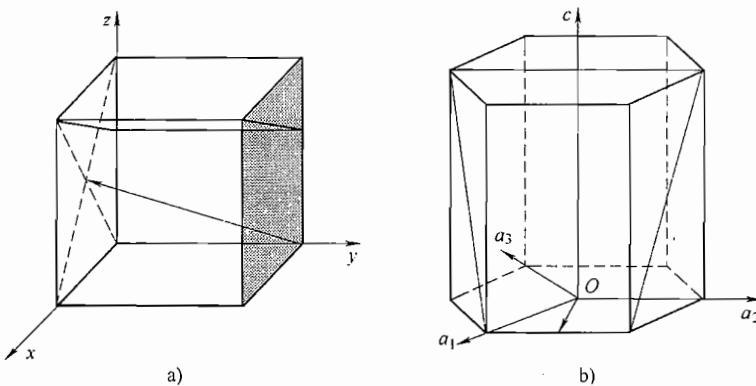

图 16-2 第四题第 5 小题解答图
(2) 需要 20.12 小时。(7分)
5. 见图 16-2。